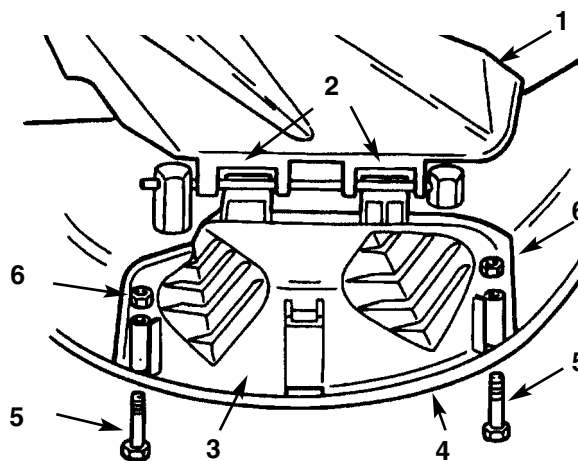

Fig. 14
1. Sollevate il deflettore dell'erba ed inserite le alette della calotta di scarico sotto l'asta di tenuta del deflettore. Fate girare la calotta di scarico sull'apertura, sopra il bordo inferiore del tosaerba (Fig. 14).
2. Fissate la calotta di scarico sul bordo inferiore del tosaerba con bulloni e dadi (Fig. 14).